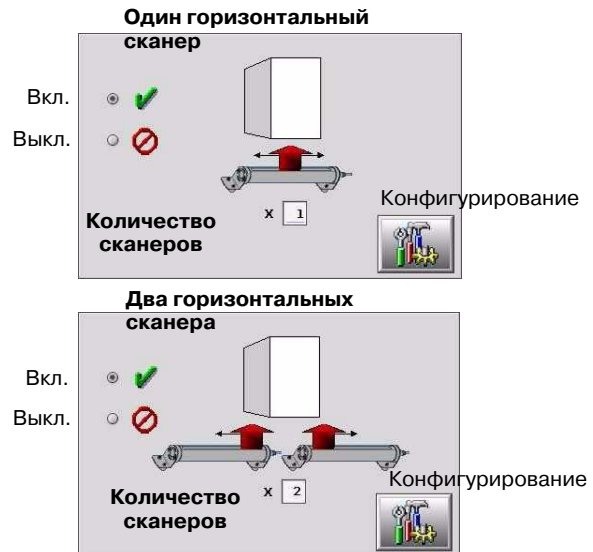

Рис. 3-23 Включение и настройка сканеров вводящих/выводящих позиционеров
1. См. рис. 3-23. Включить сканеры, ввести количество сканеров позиционеров (1 или 2), а затем коснуться кнопки **Конфигурирование**.